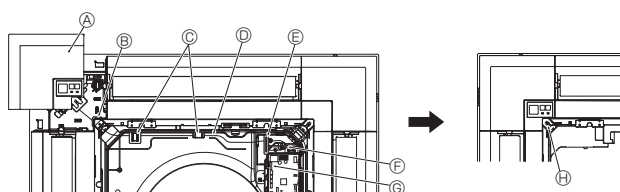

Fig. 7-9
7.4.5. Installation du récepteur de signaux (Fig. 7-9)